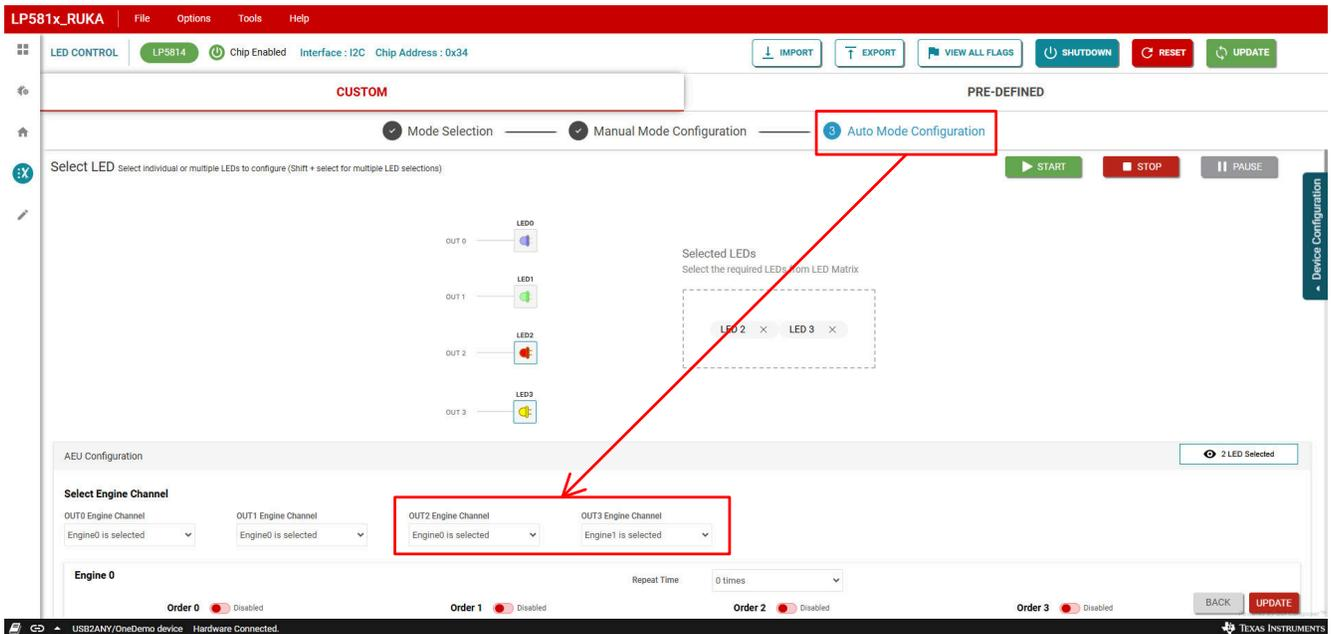

图 3-17. 引擎选择
7. 单击 *自动模式配置* 选项卡以打开模式设置面板，如 图 3-17 所示。